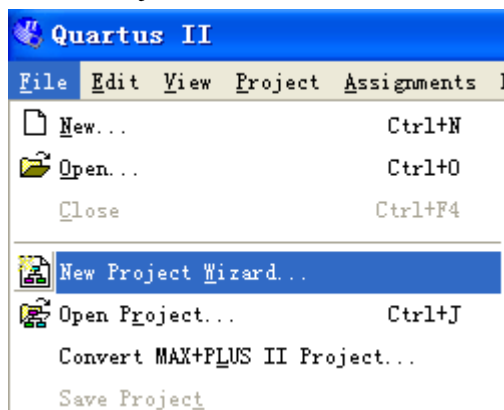

图 2-2 选择 New Project Wizard
2. 点击菜单项 File->New Project Wizard 帮助新建工程。参看图 2-2。